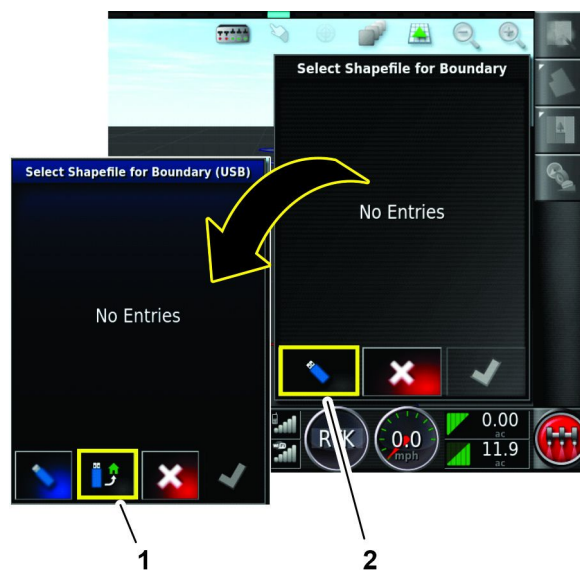

図 74
5. 「境界編集用形状ファイル選択ダイアログボックス」の中で、USB ドライブに切り替えアイコンを押す 図 74。
6. 「境界編集用形状ファイル選択ダイアログボックス」の中で、USB ドライブからインポートアイコンを押す 図 74。